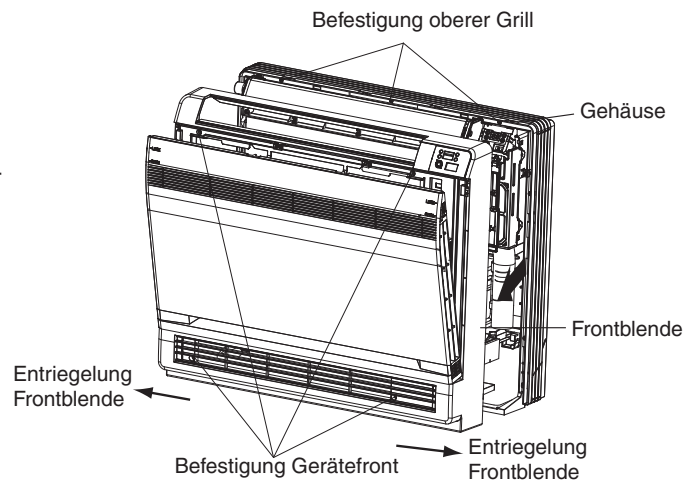

Bild 23: Gerät vorbereiten
- Luftgitter (Bild 23) und Gerätefront (Bild 23) wieder montieren.